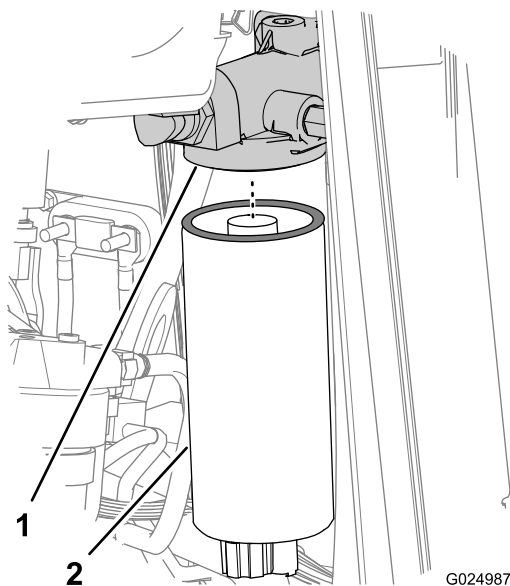
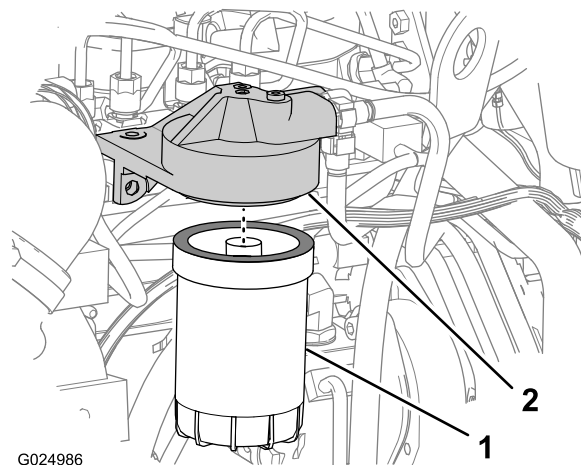

Figura 74
Figura 75
7. Afloje y retire el filtro de combustible primario (Figura 74).
9. Afloje y retire el filtro de combustible secundario (Figura 75).
1. Limpie con un trapo las superficies de sellado de los adaptadores de los filtros de combustible primario y secundario (Figura 74 y Figura 75).
3. Instale el filtro de combustible primario en el adaptador del filtro, y apriete el filtro hasta que la junta entre en contacto con la superficie del cabezal del filtro (Figura 74).
6. Instale el filtro de combustible secundario en el adaptador del filtro, y apriete el filtro hasta que la junta entre en contacto con la superficie del cabezal del filtro (Figura 75).